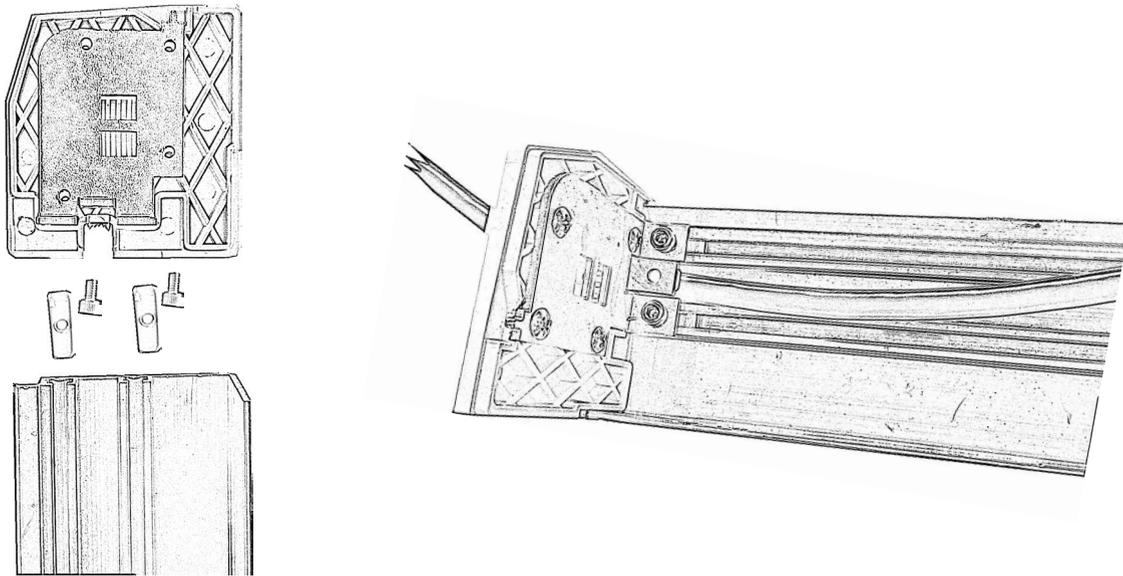

Figura 28: Fixe o cabo AC na tampa e no trilho
1. Cada tampa de extremidade possui duas barras deslizantes. Solte as porcas e empurre as barras deslizantes para os dois trilhos na base (Figura 28). É possível que você precise usar um martelo para bater levemente as tampas em sua posição.